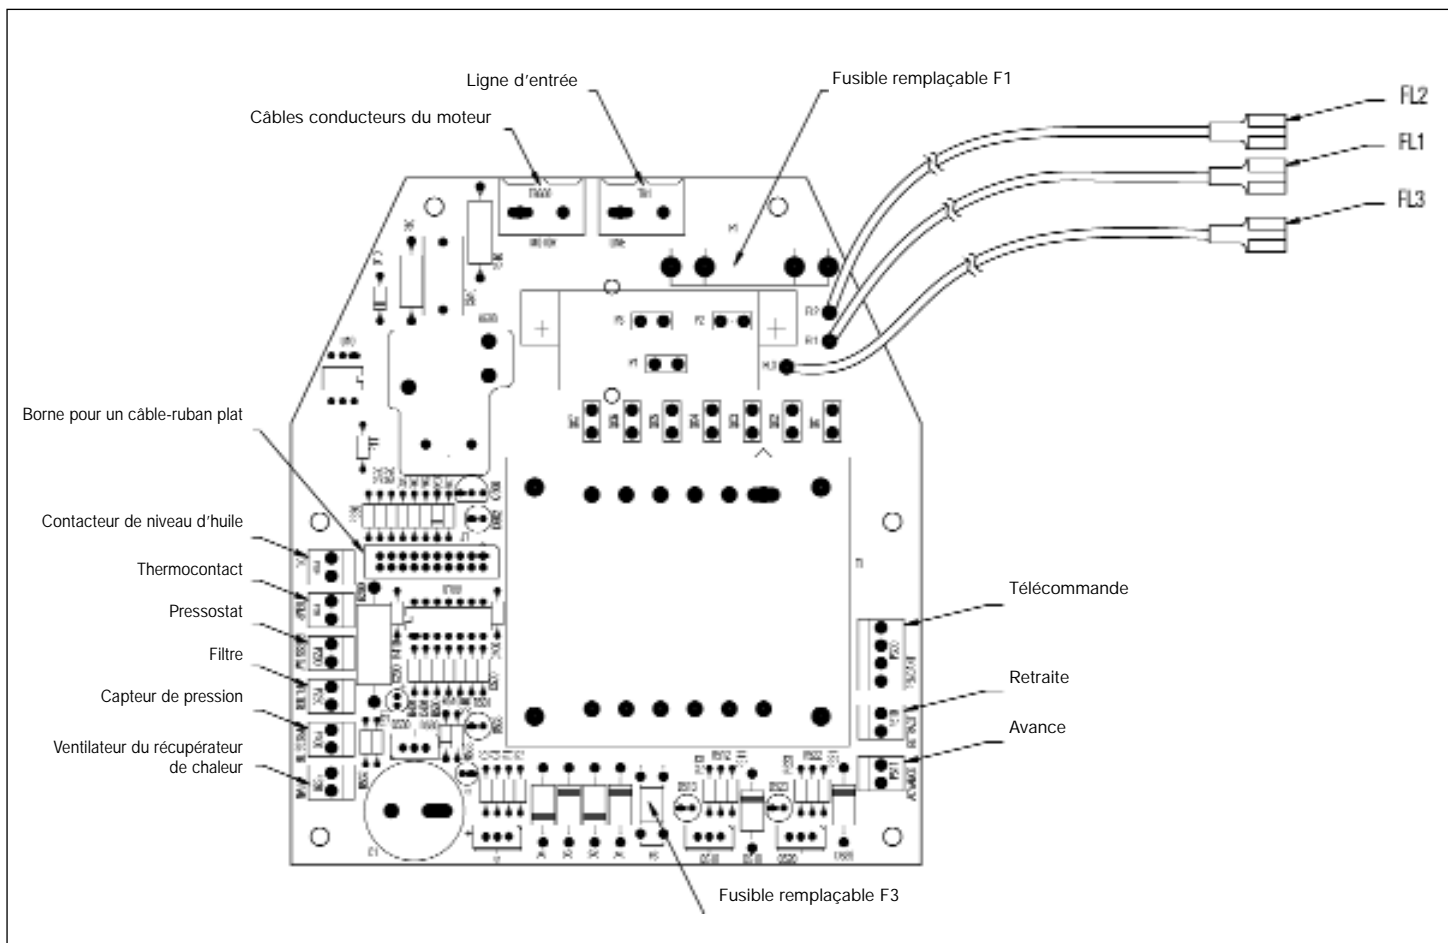

Figure 12, Configuration de la carte d'alimentation électrique
Le capteur de pression, le Echangeur de chaleur, le pressostat, le télécommande / l'interrupteur à pied, les électrovalves (A) et (B) sont fournis avec les connecteurs qui se connectent aux prises adéquates trouvées sur la carte d'alimentation électrique (Figure 12).
Débranchez l'unité de la source d'alimentation électrique avant d'ouvrir le protecteur de contact. Enlevez la moitié du protecteur de contact du LCD et un petit bouchon du support frontal. Acheminez le cordon à travers du support frontal, branchez-le à la carte d'alimentation (voir figure 12) et fixez le protecteur de cordon. Installez la moitié du protecteur de contact.
Débrancher l'unité de la source d'alimentation avant d'ouvrir le carénage. Enlever la moitié ACL du carénage et un petit bouchon du support avant. Acheminer le fil du manocontact à travers le support avant, le brancher à la carte d'alimentation (voir figure 12) et fixer un réducteur de tension.
| Après la séquence de démarrage, l'écran ACL affiche « P switch open » (mancontact ouvert) | <ol style="list-style-type: none"> <li>Le circuit du commutateur de pression est ouvert et le transducteur de pression est installé.</li> </ol>   | <ol style="list-style-type: none"> <li>Vérifier si le fil de connexion du mancontact de la carte d'alimentation est lâche ou absent (voir la figure 12).</li> <li>Enlever le commutateur de pression ou le transducteur de pression de la pompe.</li> </ol>  |
| L'écran ACL affiche « FILTER » (filtre).  | <ol style="list-style-type: none"> <li>Le fil de connexion lâche sur la carte d'alimentation.</li> </ol>  | <ol style="list-style-type: none"> <li>Vérifier la carte d'alimentation pour voir si le fil de connexion du filtre est lâche ou absent (voir la figure 12).</li> </ol>   |